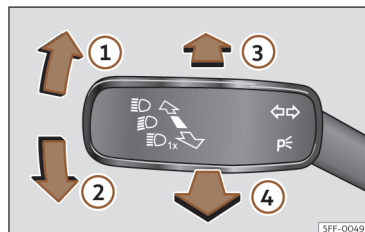

Fig. 79 Levier des clignotants et des feux de route (selon les versions).
- À partir de la position de base, poussez vers l'avant le levier des clignotants et de feux de route >>> **fig. 79 ③**.
- **OU** : avec l'assistant des feux de route activé, tirez vers l'arrière le levier des clignotants et des feux de route >>> **fig. 79 ④**.